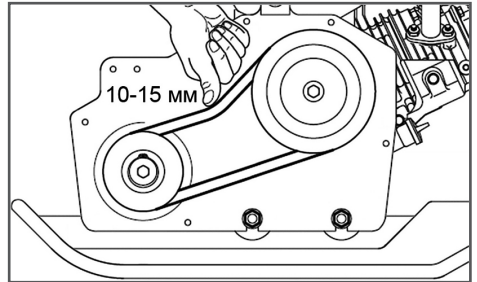
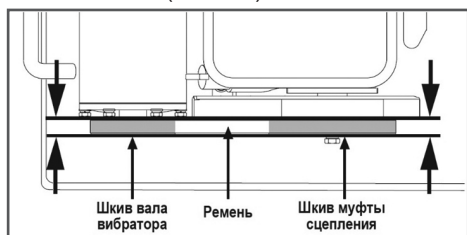

Рис. 27 Проверка натяжения ремня
Рис. 28 Проверка плоскости шкивов и ремня
3. Проверьте натяжение ремня. Правильно натянутый ремень при сильном нажатии пальцем должен прогибаться примерно на 10-15 мм (Рис. 27).
5. Сдвигая двигатель в сторону от вибратора, проверяйте натяжение ремня (Рис. 27). При этом контролируйте, чтобы ремень и шкивы вала вибратора и муфты сцепления были в одной плоскости (Рис. 28).